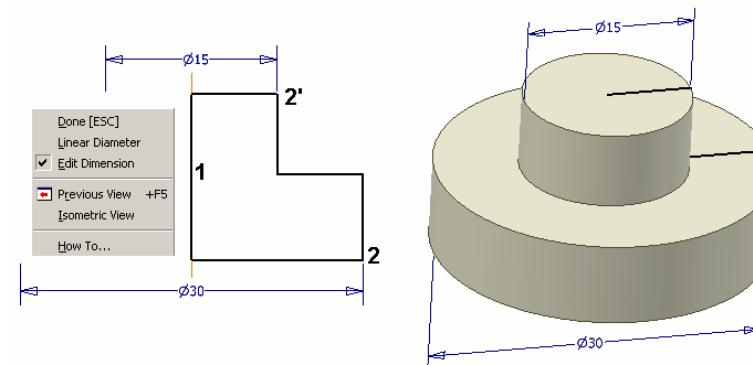
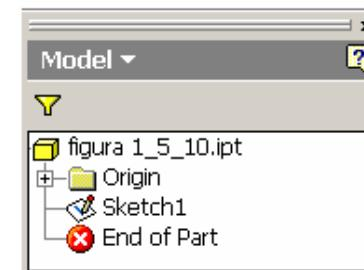
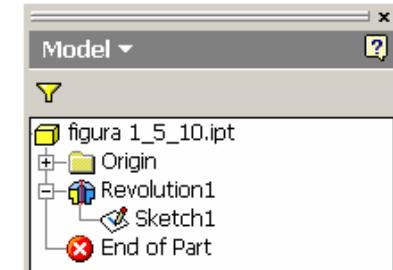

Figura 1.5.10.
Figura 1.6.1.
Figura 1.6.2.
Pentru generarea unei dimensiuni de tip „diametru linear”, figura 1.5.10:
- se selectează viitoarea axă de rotație (dar nu pe extremitățile acesteia), punctul **1**, în figura 1.5.10;
Figura 1.6.1. prezintă panelul **Browser Bar** pentru schița din figura 1.5.10, înaintea generării entității solide prin revoluție. Schița are numele **Sketch1** și este independentă ca intrare în panel..
Figura 1.6.2. prezintă panelul **Browser Bar** pentru modelul din figura 1.5.10, după generarea entității solide prin revoluție, ceea ce adaugă intrarea **Revolution1** în **Browser Bar**, căreia îi este subordonată intrarea **Sketch1**.